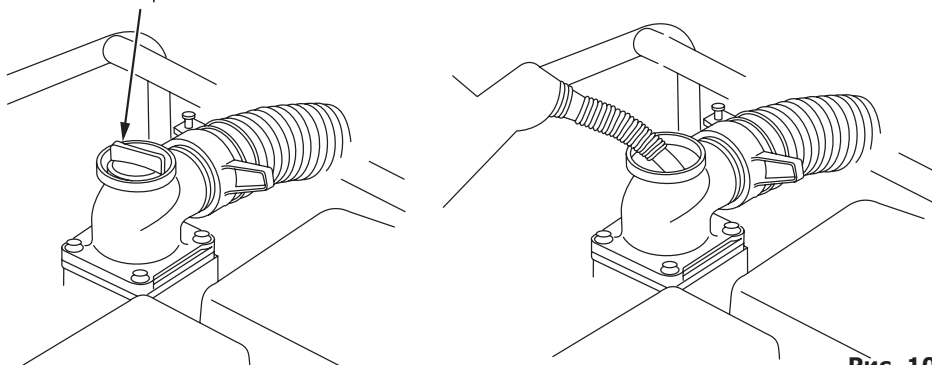

Рис. 10
- заполните насос водой до края горловины (рис.10).